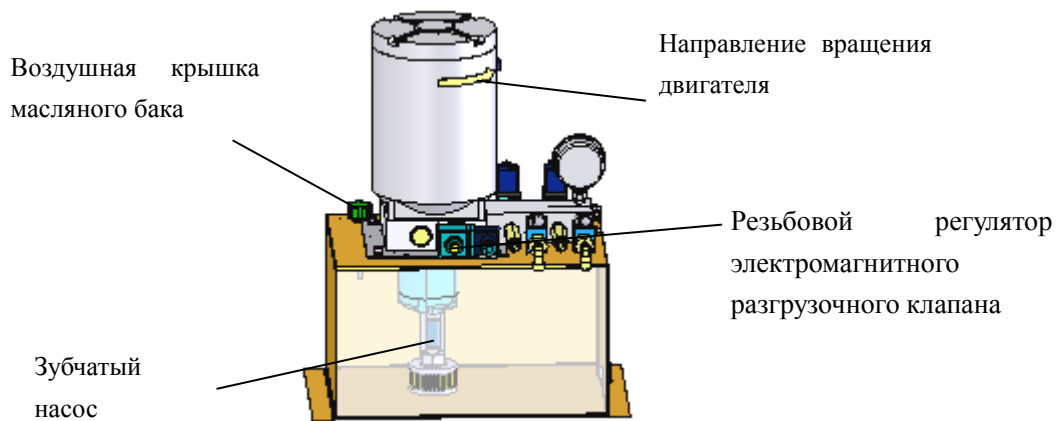
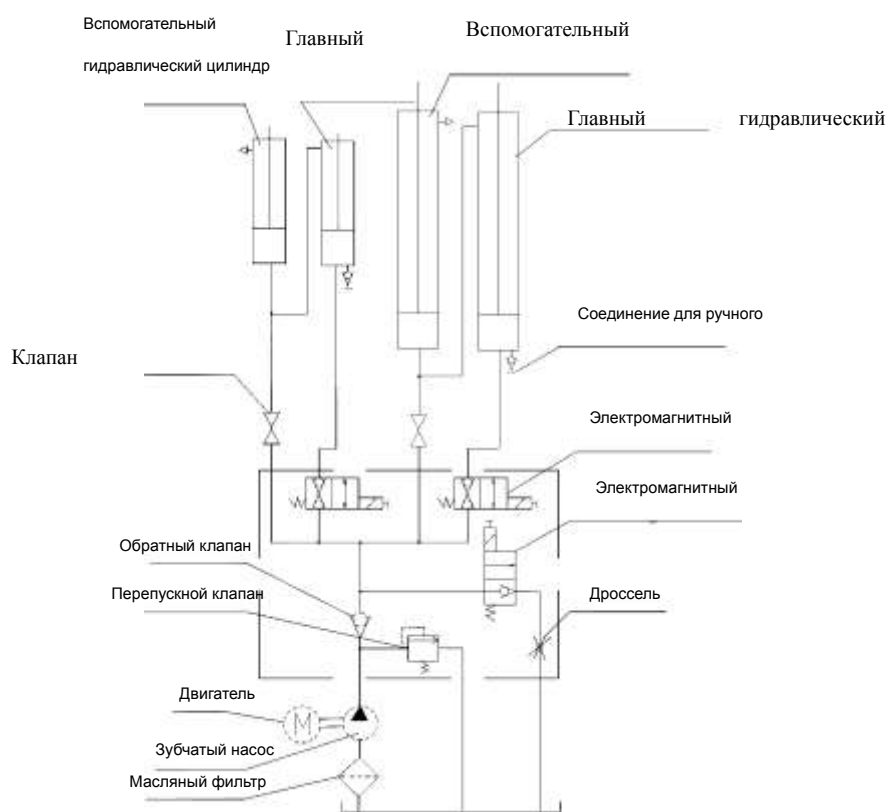

Рис. 8 Гидравлический насос
Рис. 9-2 Принципиальная схема гидравлической системы
**6.1.** Гидравлическая система установлена в пульте. Если вы откроете дверцу пульта, вы сможете увидеть насосную систему (см. рис. 8). Подсоедините двигатель, интегрирующую схему, клапаны и цилиндры, как показано на рис. 9-2. На рис. 9-2 представлен принцип устройства гидравлической системы. Отрегулируйте дросселирующий клапан, чтобы изменить давление системы, которое было установлено на заводе, и грузоподъемность.